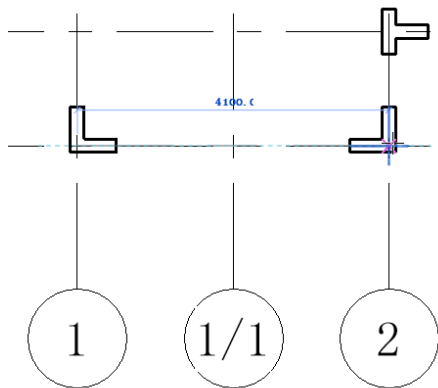
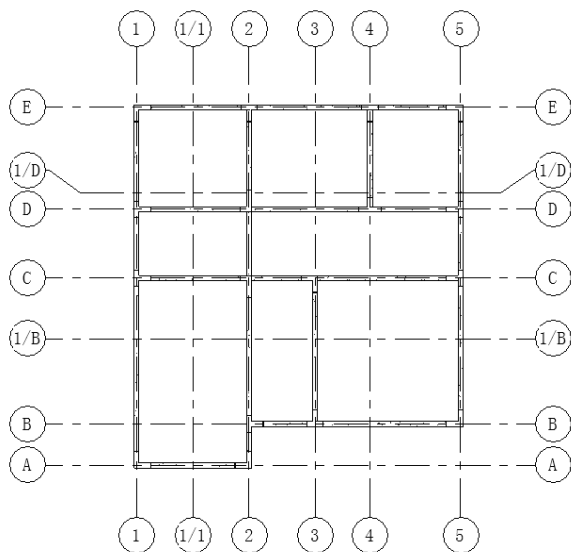

图 6-38 绘制梁
图 6-39 绘制“ $180 \times 600\text{mm}$ ”梁
(5) 捕捉轴网交点作为梁起点, 移动鼠标指针捕捉另一个轴网交点作为梁的终点, 如图 6-38 所示, 继续绘制如图 6-39 所示“ $180 \times 600\text{mm}$ ”的梁。